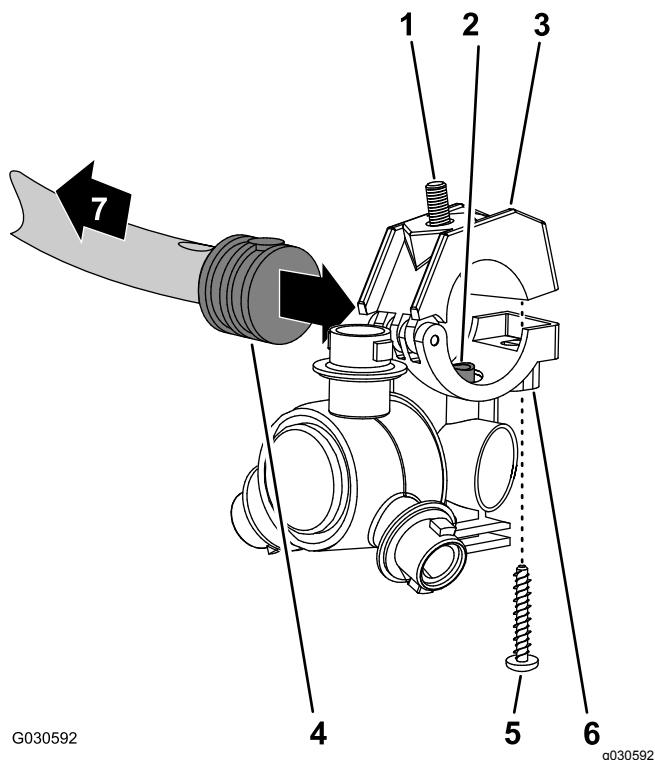
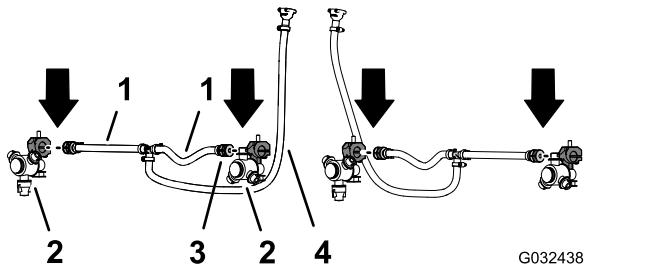

Figura 80
Figura 81
- Lavorando con gli ugelli dell'irroratrice che avete rimosso in 12 Rimozione dei flessibili degli ugelli dell'irroratrice per il sistema a 3 sezioni \(pagina 34\), rimuovete le viti in acciaio inox che fissano le metà superiori delle fascette alle selle (Figura 80).
- Individuate il foro sul lato del portagomma dentellato singolo all'estremità del flessibile di 25 cm del gruppo flessibili (valvola dell'irroratrice 5 o 6) per la sezione della barra centrale (Figura 80 e Figura 81).
- Allineate il tubo di trasferimento sulla sella di un ugello dell'irroratrice (Figura 80) con il foro sul lato del portagomma dentellato singolo (1/2").
- Chiudete la metà superiore della fascetta attorno al portagomma dentellato e fissate la metà della fascetta e il corpo dell'ugello dell'irroratrice (Figura 80) con la vite in acciaio inox (n. 12 x 1 1/4"); serrate la vite in acciaio inox a 226-282 N·cm.
- Ripetete i passaggi da 2 a 4 sui portagomma dentellati singoli degli altri gruppi flessibili (valvola dell'irroratrice 5 o 6) per la sezione della barra centrale (Figura 80 e Figura 81).